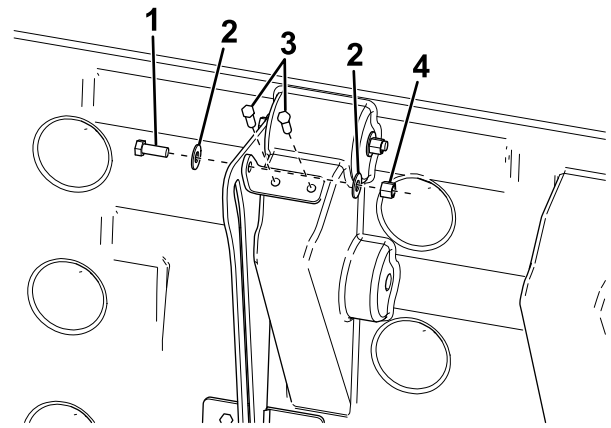

**Figura 4**
- 4. Empuje la guía hasta que esté enrasada con el borde de la tapa y fíjela con 2 tirafondos, como se muestra en la Figura 4.